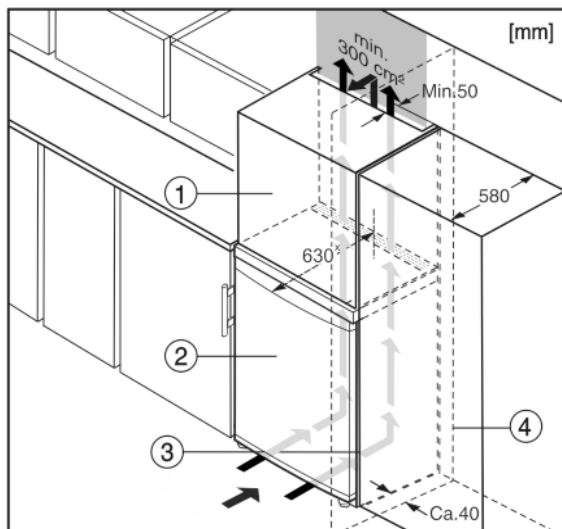

Fig. 5
- (1) Aufsatzschrank
- (2) Gerät
- (3) Küchenschrank
- (4) Wand
Das Gerät kann mit der Kücheneinrichtung umbaut werden. Um das Gerät Fig. 5 (2) der Küchenzeilenhöhe anzugleichen, kann über dem Gerät ein entsprechender Aufsatzschrank Fig. 5 (1) angebracht werden.
Beim Umbau mit Küchenschränken (Tiefe max. 580 mm) kann das Gerät direkt neben dem Küchenschrank Fig. 5 (3) aufgestellt werden. Das Gerät steht seitlich 34 mm* und in der Gerätemitte 50 mm* gegenüber der Küchenschrankfront vor.
Wenn das Gerät mit den Scharnieren neben einer Wand Fig. 5 (4) aufgestellt wird, muss der Abstand zwischen Gerät und Wand mindestens 40 mm betragen. Dies entspricht dem Griffüberstand bei geöffneter Tür.